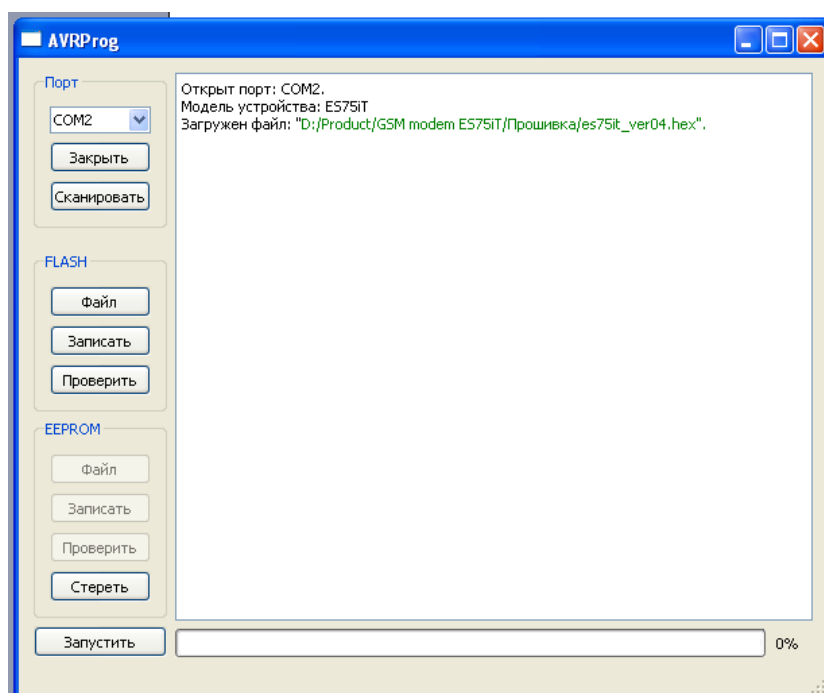

Рис.5
5. Выберите файл новой прошивки. Нажмите “Открыть”. В случае успешной загрузки файла в окне программы должно появиться изображение, аналогичное рис.5.